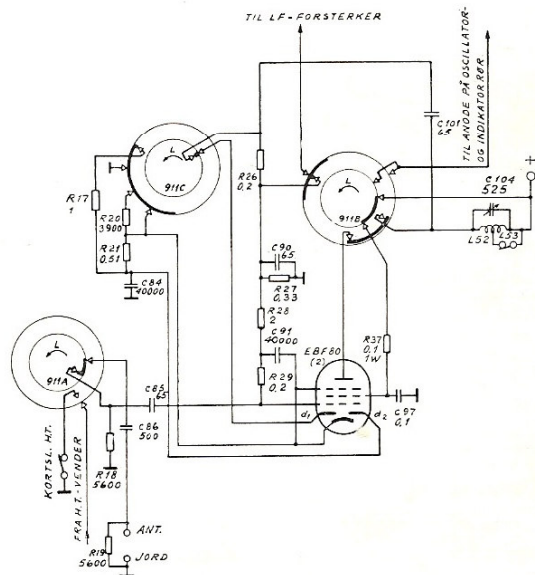

Fig. 5. Stilling L — Lokalmottaker.
I denne funksjon brukes EBF80(2) som høyfrekvensrør, og dioden d1 likeretter signalet etter forsterkningen, se fig. 5.